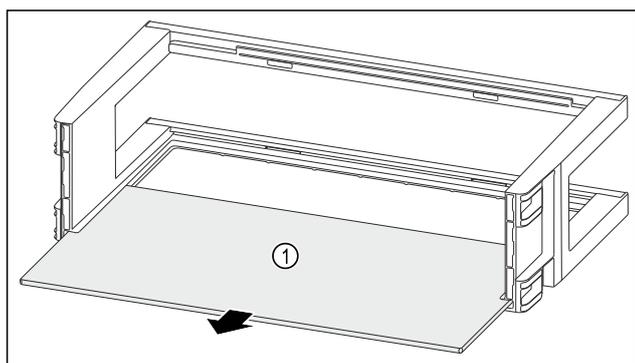

Fig. 113
- Retirer la tablette de rangement Fig. 113 (1).